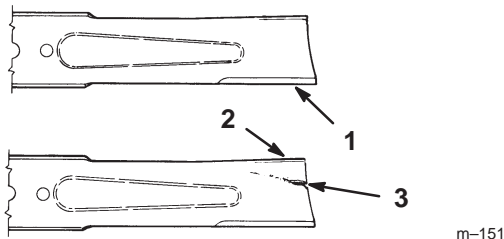

Figure 33
1. Inspectez les tranchants des lames (Fig. 33). Si elles ne sont pas tranchantes ou si elles présentent des indentations, déposez et aiguiser les lames (voir Aiguisage des lames, page 31).
2. Inspectez les lames, surtout la partie incurvée (Fig. 33). Remplacez immédiatement toute lame endommagée, usée ou qui présente une entaille (repère 3 de la Fig. 33).